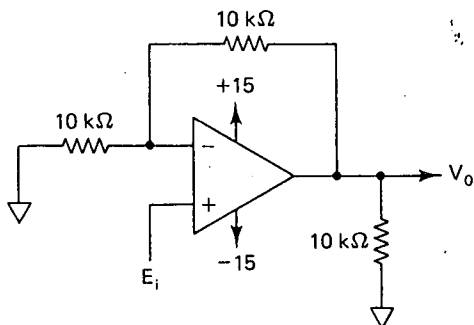

FIGURA P3-9
- 3-9. Identifique el circuito en la figura P3-9 y calcule V_o si E_i es igual a (a) +5 V; (b) -2 V. Compare los resultados con el problema 3-5.
- 3-10. Repita el problema 3; pero aplíquelo a la figura P3-9. Compare las soluciones de ambos problemas para distinguir entre operación inversora y no inversora.